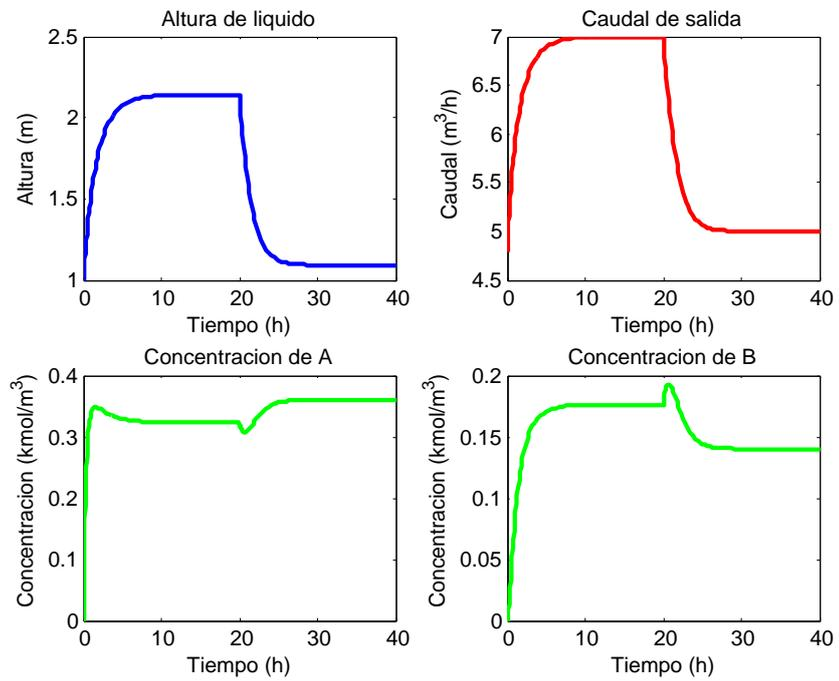

Figura 4.3: Salto escalón en el caudal de la corriente 1.
En la Figura 4.3 se muestra el comportamiento del sistema cuando se cambia el caudal de entrada  $F_1$  de 5 a 3 m3/h. Dicha perturbación supone, como era de esperar, que el nivel de líquido en el reactor disminuya y que también el caudal de salida sea menor. En cambio, la concentración de reactivo (A) aumenta y la de producto disminuye a pesar de que en el instante en que se introduce la perturbación se produce una oscilación en sentido contrario.